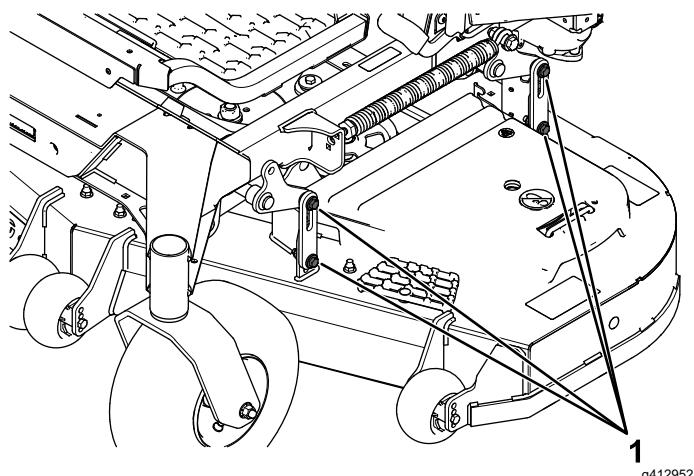

Figura 94
16. Afloje las contratuerca (Figura 94) en las 4 esquinas y asegúrese de que la carcasa de corte queda bien asentada sobre los 4 bloques.